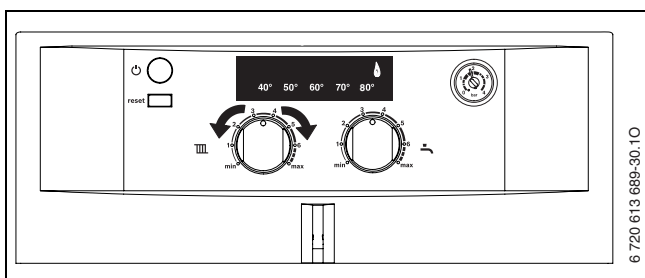

Fig. 26
- ▶ Desfaceți șurubul de etanșeitate la punctul de măsurare pentru presiunea duzei (1) (→ pagina 29) și conectați manometrul cu tub U.
- ▶ Rotiți termostatul apei calde  în poziția de mijloc (→ fig. 26).